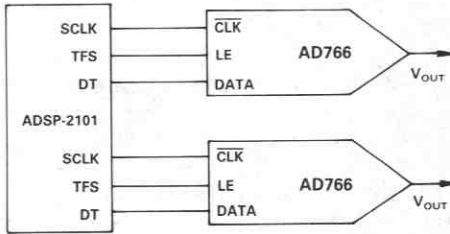

図12. AD766とADSP-2101/ADSP-2102のインタフェース
図12に示すように、ADSP-2101はAD766を直接接続することが可能な2個のシリアル・ポートを備えています。ADSP-2101のSCLK、TFS、DT出力はそれぞれAD766の $\overline{\text{CLK}}$ 、LE、DATA入力に直接接続できます。SCLKは内部で発生され、94Hzから6.25MHzの間で動作するようプログラムできます。データ (DT) はSCLKの立下りエッジで有効となります。16ビットが転送された後、TFSの立下りエッジでAD766のデータ・ラッチが更新されます。ADSP-2101の両方のシリアル・ポートを使用して2個のAD766が追加部品なしに直接接続できます。